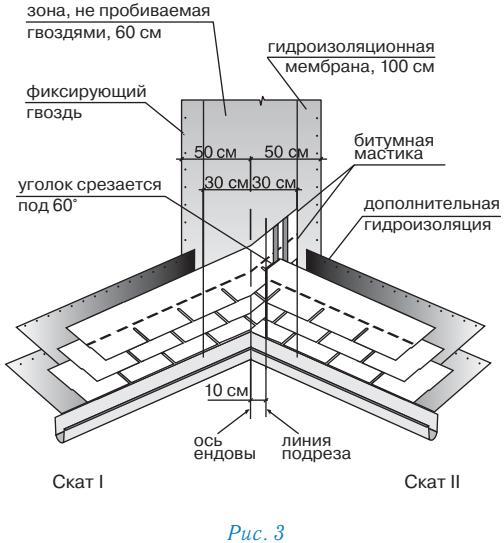

Рис. 3
Ендова (рис. 3)
- на прилегающем скате (II) вдоль оси ендова на расстоянии 30 см от нее отивается линия;
- лист, подходящий к ендove со ската II, должен доходить до линии подрезки и обрезаться по ней. Верхний уголок обрезанного края листа подрезается под углом 60° (5 x 3 см — рис. 3);